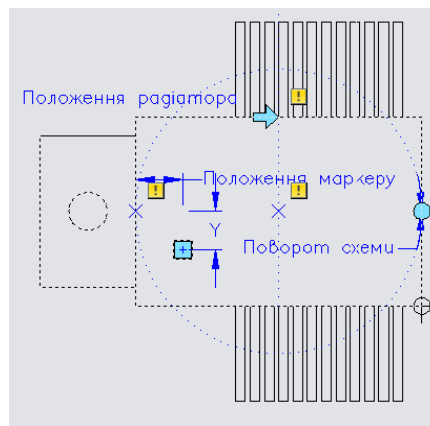

Рис. 6.24. Результат визначення параметрів блока
– отримано параметри динамічного блоку (рис. 6.24). Зверніть увагу, що біля параметрів є значки оклику. Це показує, що до параметрів не приєднано дії.